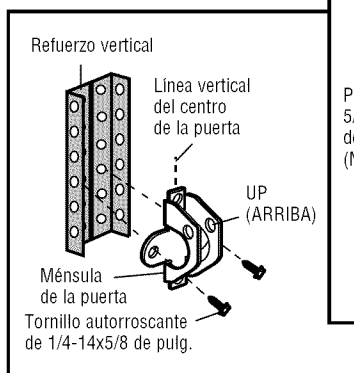

Figura 2A
- Haga los agujeros de 3/16 pulgadas para fijar la ménsula. Fije la ménsula de la puerta con dos tornillos autorroscantes de 1/4-14x5/8 de pulg (Figura 2A).